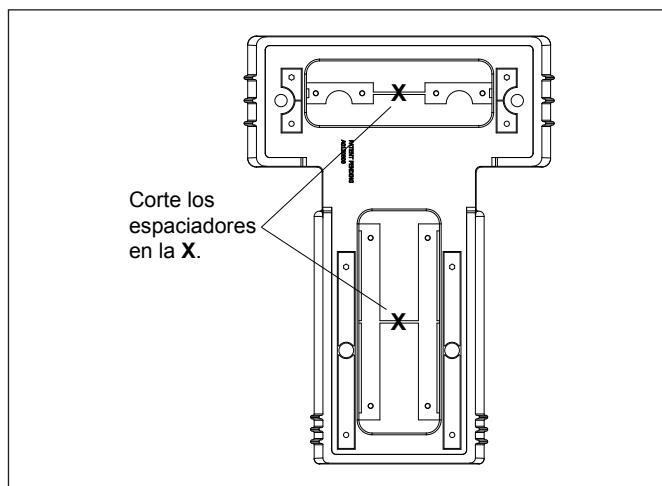
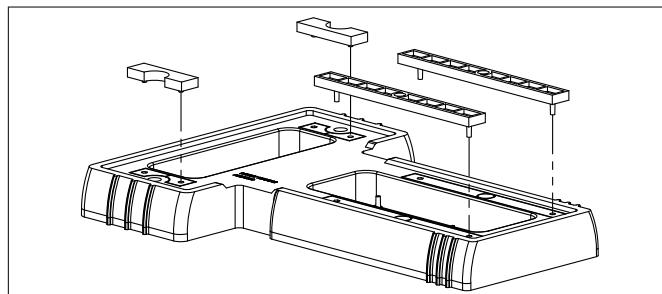

Figura 5. Corte los grupos de espaciadores fuera de la base
Figura 6. Encaje los espaciadores en su sitio
- Utilizando una herramienta manual de corte, corte las barras de plástico que conectan los conjuntos superior e inferior de los separadores, como se muestra en la Figura 5.
- Empuje los dos (2) separadores de la parte superior y dos (2) separadores de fondo fuera de la base.
- Alinee los pinos en los cuatro (4) separadores con los agujeros en la base y ajuste los separadores en su lugar, como se muestra en la Figura 6.